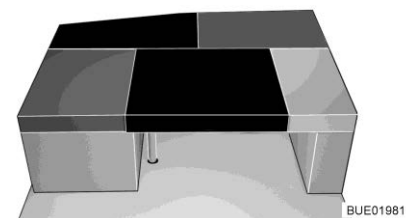

Fig. 166 Dopo la trasformazione
- Collocare il cuscino aggiuntivo rettangolare sul tavolo (tra il cuscino del divano e il cuscino dello schienale del sedile laterale, vedi Fig. 166).